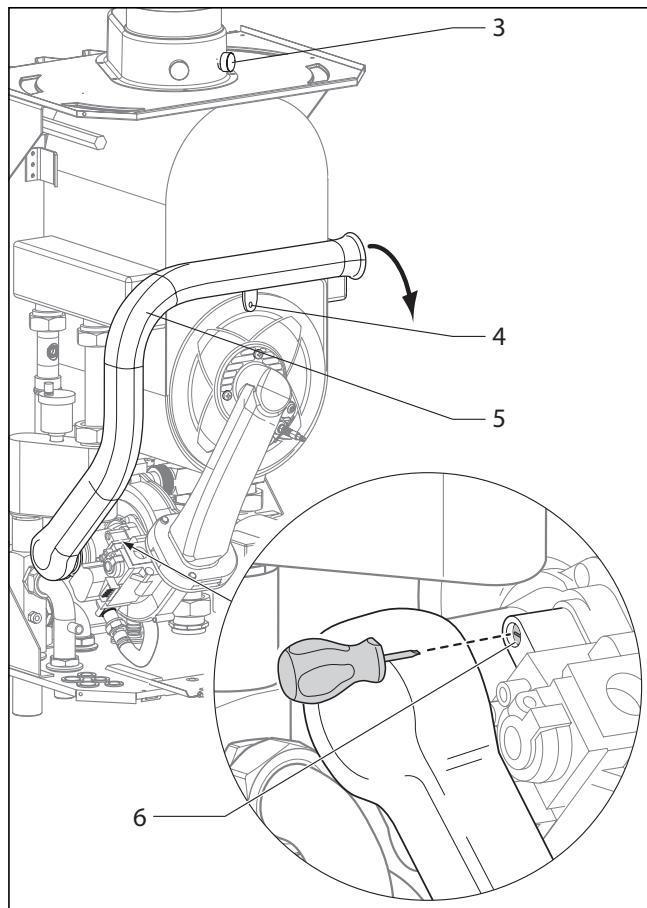

Рис. 5.4 Проведение измерения содержания CO₂, выполнение регулировки коэффициента избытка воздуха (регулировка газовой арматуры)
- Измерьте содержание CO₂ на контролльном штуцере (3) (рис. 5.4). Сравните измеренное значение с соответствующим значением в табл. 5.2.
- Если требуется настройка параметров продуктов сгорания, отпустите винт (4) и поверните трубу всасывания воздуха (5) на 90° вперед.